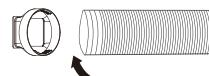

Fig. 2
1. Prolongez l'un ou l'autre côté du tuyau (Fig. 1) et vissez l'entrée du tuyau (Fig. 2).